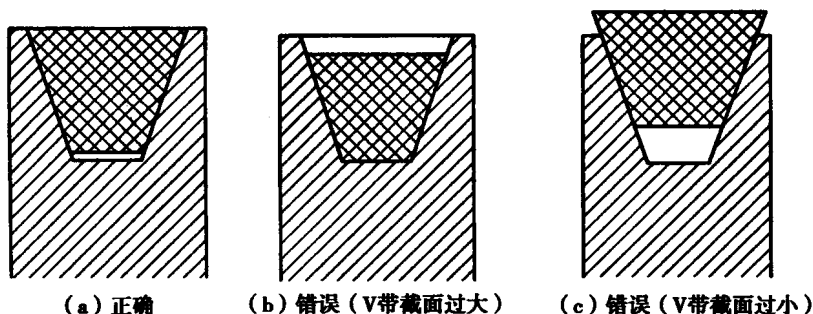

图 1-16 V 带在轮槽中的正确位置
(1) 选用的 V 带型号和基准长度应适当，以保证 V 带在轮槽中处于正确的位置，如图 1-16 (a) 所示。V 带型号选用不当有两种情况，一种是 V 带截面过小，使 V 带底面与轮槽底面接触，由此导致 V 带两工作侧面接触不良而在轮槽中打滑，如图 1-16 (b) 所示。另一种是 V 带截面过大，使 V 带两侧工作面不能完全与轮槽接触，由此造成 V 带传动的能力降低，如图 1-16 (c) 所示。
(2) 两带轮的轴线应保持平行，主动轮和从动轮的轮槽应在同一平面内。